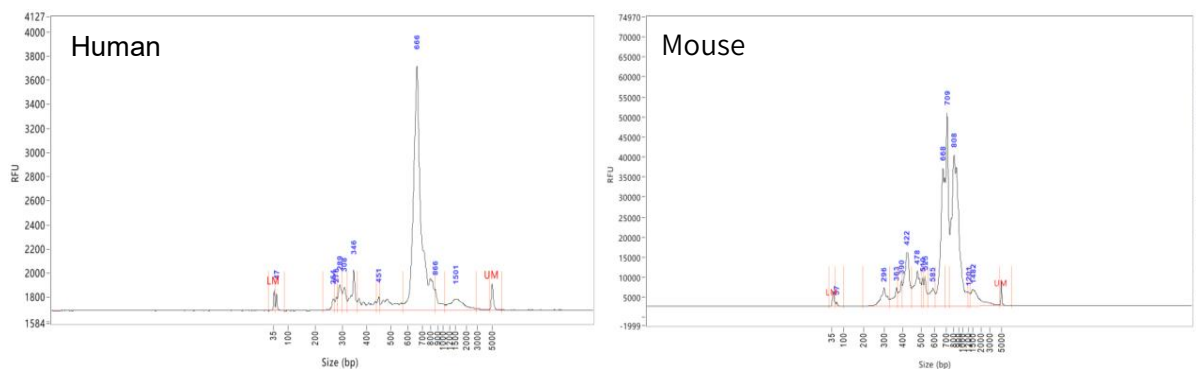

图 6 全长 TCR 二轮富集产物质检图
3) 质检结果请参照图 6，均显示一条特异条带，在 700 bp 左右。